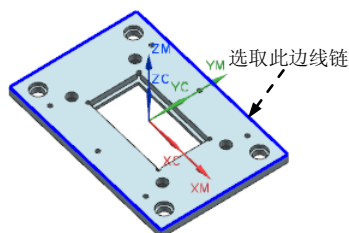

图 11.13 定义参照边线 1
Step3. 在图形区选择图 11.13 所示的边线, 然后单击 **创建下一个边界** 按钮。单击两次 **确定** 按钮, 系统返回“平面铣”对话框。